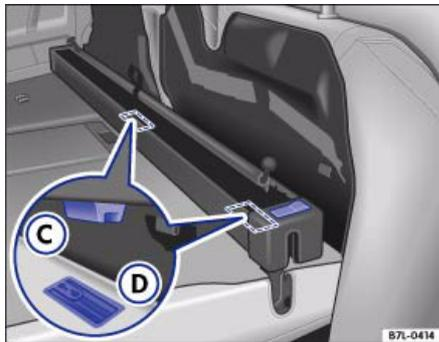

Abb. 84 Die Netztrennwand lässt sich auf die vorgeklappte Rücksitzlehne stecken
- Setzen Sie die Netztrennwand so ein, dass beide Riegel ⇒ Abb. 84 **C** in die Aufnahmen **D** der vorgeklappten Rückenlehne fassen ⇒ ⚠.